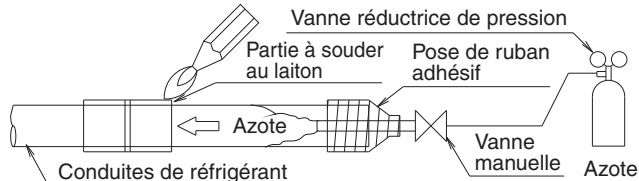

Fig. 9
- Lorsque vous brasez les tuyaux de réfrigérant, commencez par remplacer l'azote ou effectuez la brasure (ATTENTION 2) tout en alimentant les tuyaux de réfrigérant en azote (ATTENTION 1), puis raccordez l'unité intérieure à l'aide de raccords à écrou évasé. **(Reportez-vous à la Fig. 9)**